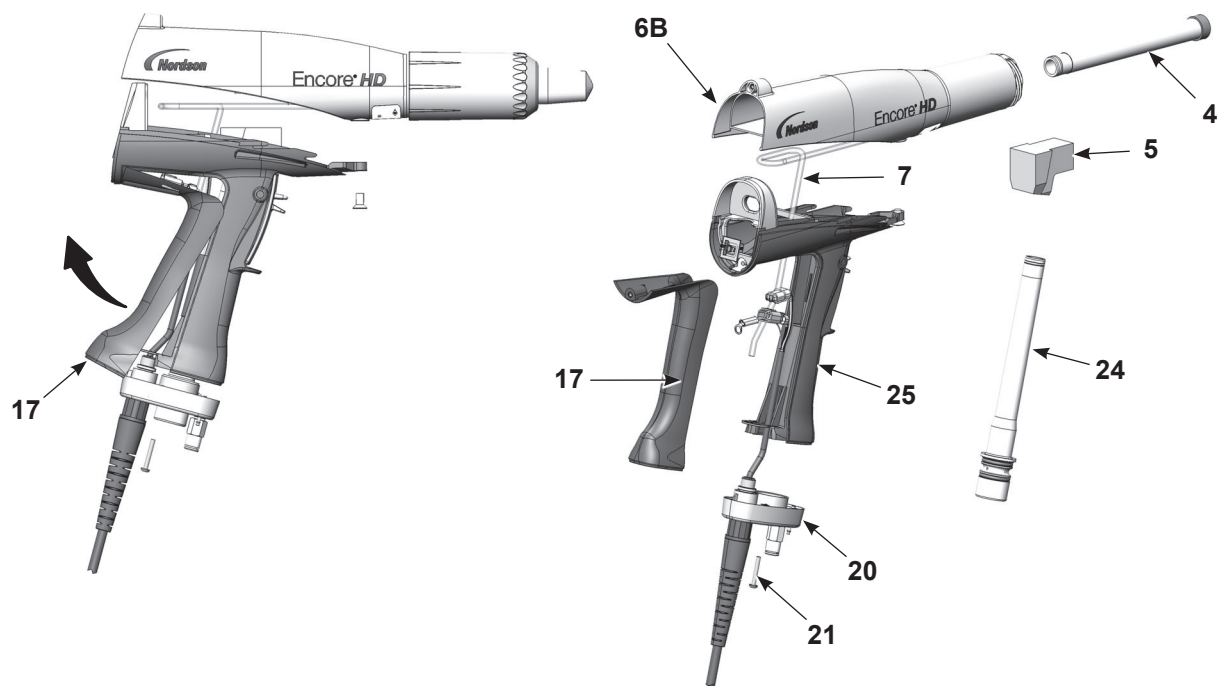

Рис. 14 Замена порошкового тракта
2. См. Рис. 14. Снять колено (5) с впускной трубки (24).
3. Вывернуть два винта М3 х 20 (21) из основания рукоятки (20).
4. Снять основание с рукоятки, отвести нижнюю часть накладки заземления (17) вверх и в сторону от рукоятки, затем снять ее. Оставить провод заземления подсоединенным к накладке заземления.
5. Вытолкнуть впускную трубку (24) вверх и из основания, а затем убрать основание в сторону и вытянуть впускную трубку из рукоятки.
6. Вытолкнуть выпускную трубку (4) из передней части корпуса распылителя (6В).
1. См. Рис. 14. Вставить выпускную трубку (4) в корпус распылителя (6В) так, чтобы конец трубки установился вровень с концом корпуса распылителя.
2. Вставить впускную трубку (24) в рукоятку (25), затем вставить конец трубки в основание рукоятки (20).
3. Придвинуть основание к рукоятке, затем зацепить за корпус верхнюю часть накладки заземления (17) и завести ее в рукоятку. При сборке следить, чтобы провода не были зажаты и не зацепились.
4. Установив основание рукоятки на рукоятке и накладке заземления, закрепить его двумя винтами М3 х 20 (21).
5. Поставить колено (5) на впускную трубку, сориентировав его конец в направлении передней части распылителя, как показано на рисунке.